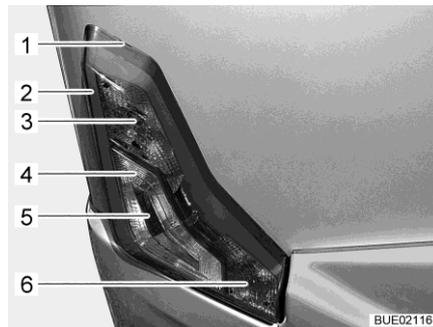

Fig. 216 Luci posteriori
- Infilare l'utensile piatto nell'intaglio (Fig. 216,1) e facendo leva sollevare con cautela l'involucro.